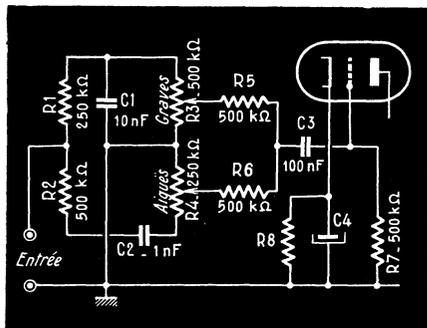
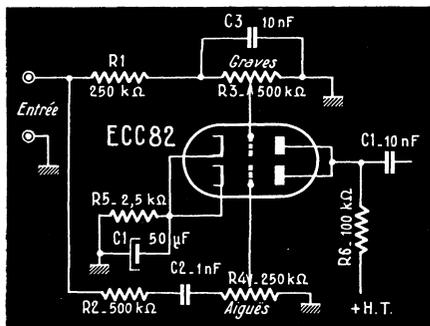

Fig. 1. — Réglage séparé des graves et des aigües précédant la grille d'une préamplificatrice.
Fig. 2. — Réglage séparé des graves et des aigües utilisant une double triode à circuit anodique commun.
Le premier schéma, celui de la figure 1, est basé sur la séparation des voies dès l'entrée de l'amplificateur, mais l'utilisation d'une seule préamplificatrice, à grille commune. On voit, en effet, que du côté des graves on a d'abord le filtre R1-C1, qui élimine pratiquement les aigües, puis le potentiomètre R3 qui permet de doser les graves. Le degré d'affaiblissement des aigües peut être modifié en agissant sur les valeurs R1 et C1 : l'atténuation des fréquences élevées étant d'autant plus marquée que le produit $R1 \times C1$ (constante de temps) est plus grand.
Il est dès lors plus rationnel d'adopter le schéma de la figure 2. Grâce à la séparation complète des deux voies, par suite de l'utilisation de deux triodes distinctes dont seul le circuit d'anode est commun, on peut supprimer les résistances telles que R5 et R6 de la figure 1. Or, c'est justement ces deux résistances, formant diviseur de tension avec R7, qui introduisaient un affaiblissement non négligeable. Par conséquent, le schéma de la figure 2 nous permet d'éviter un étage d'amplification supplémentaire. Quant à la lampe, n'importe quelle double triode peut être utilisée, bien que le schéma de la figure 2 indique une ECC 82. Seule la valeur de la résistance de polarisation R5 sera à modifier.
La modulation sera, naturellement une modulation d'amplitude. Autrement dit, si nous examinons à l'oscilloscope l'onde porteuse H.F. délivrée par l'émetteur, nous verrions que celle-ci, figurée en 1 a par une sinusoïde allant de $+E$ à $-E$, se trouve (fig. 1 b) tantôt « étranglée » jusqu'au
Les contrôles que l'on recueille « sur l'air », à propos de sa *profondeur* de modulation sont donc toujours assez aléatoires. L'essentiel est de savoir par son correspondant, si l'on ne surmodule pas. Dans ce cas, certaines syllabes semblent « arrachées » ou « granuleuses », ce qui s'explique par les interruptions de l'onde porteuse, telles que nous les avons montrées par la figure 1 c.
Fig. 1. — Une onde H.F. pure, telle qu'on peut la voir sur l'écran d'un oscilloscope (a). Lorsque cette onde est modulée par la parole, elle se trouve « dilatée » et « étranglée » au rythme de la B.F. (b). La modulation n'atteint une profondeur de 100 % que dans les instants où la courbe enveloppe est « dilatée » jusqu'à $2E$ (M) et « étranglée » au zéro (N). Pour un son plus fort, il y aura surmodulation et l'onde porteuse se trouvera coupée durant l'espace de temps PQ (c).